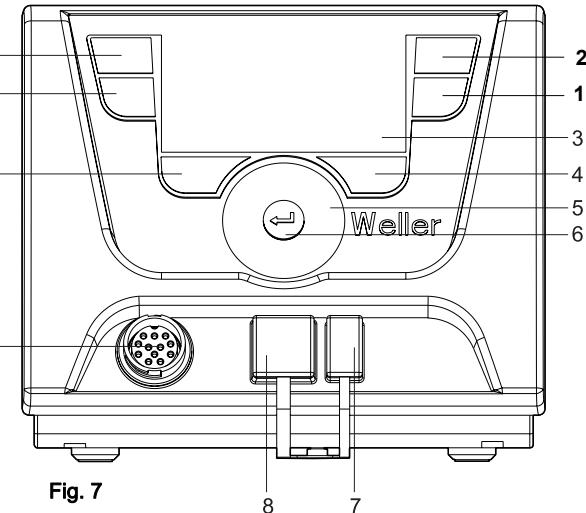
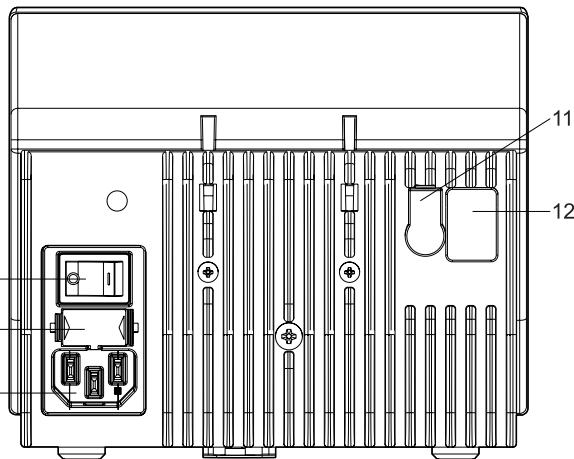

Fig. 7
Fig. 8
Observez les figures d'ensemble (fig. 7 et fig. 8, page 8).
Observez les figures d'ensemble (fig. 7 et fig. 8 page 8).
*) voir également les figures d'ensemble (fig. 7 et fig. 8, page 9).